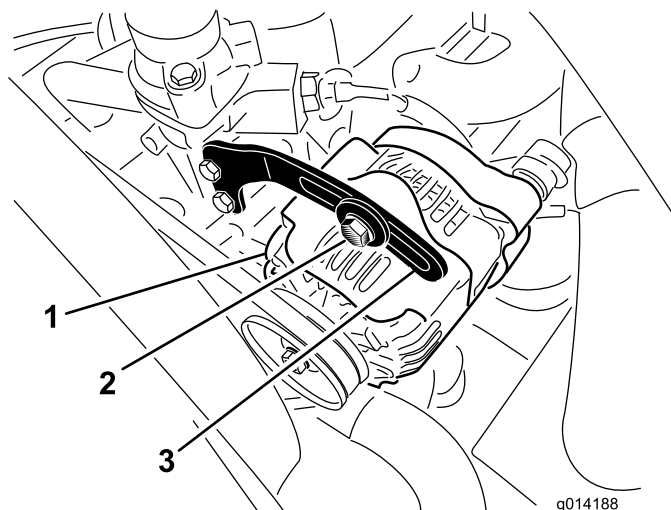

Bild 57
2. Prüfen Sie die Spannung des Keilriemens, indem Sie eine Kraft von 10 kg auf halber Entfernung zwischen der Lichtmaschine und den Kurbelwellenriemenscheiben ansetzen (Bild 57).
3. Lockern Sie die Schraube, mit der der Bügel an der Lichtmaschine befestigt ist, und den Gelenkbolzen der Lichtmaschine (Bild 57).